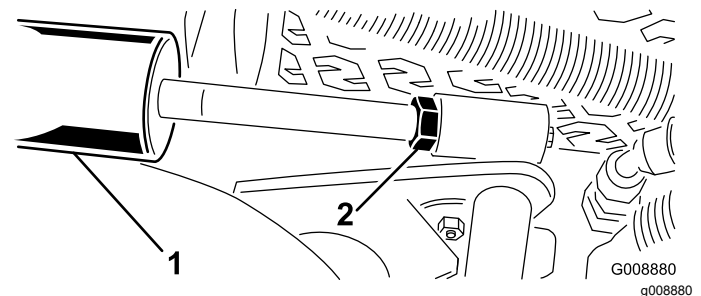

図 29
- A. カッピングユニットを降下させ、シリンダについているジャムナットを戻す 図 29。